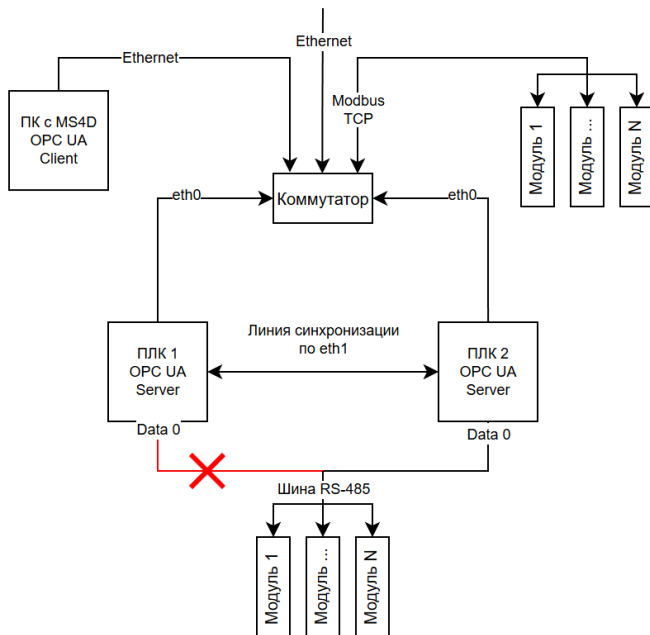

Рис. 3.30 – Отключение шины RS-485 от ПЛК 1
- Отказ/Отключение всей шины RS-485 от ПЛК 1 (см. рис. 3.30);